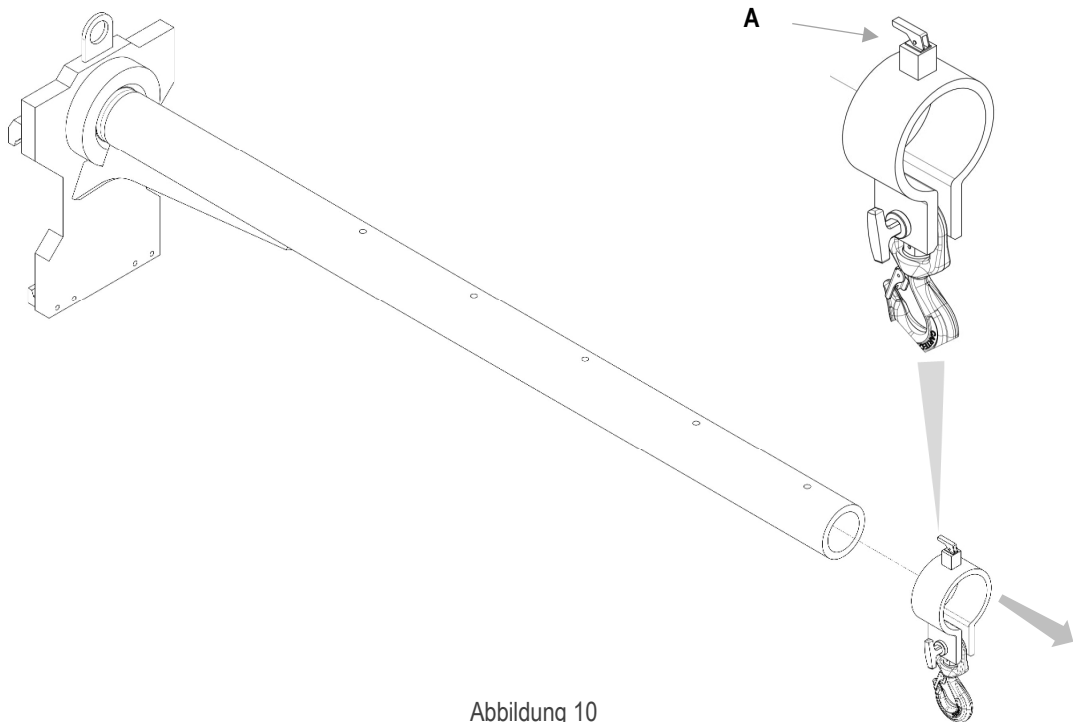

Abbildung 10
2. Sperrklinken (**A**) anheben und Schelle herausziehen (Abbildung 10)